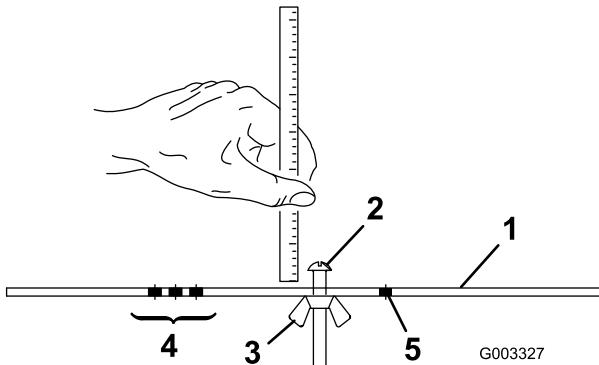

Figure 20
- Desserrez l'écrou du gabarit (Figure 20) et tournez la vis de réglage de manière à obtenir la hauteur de coupe voulue. L'écartement entre la base de la tête de la vis et la face du gabarit correspond à la hauteur de coupe.